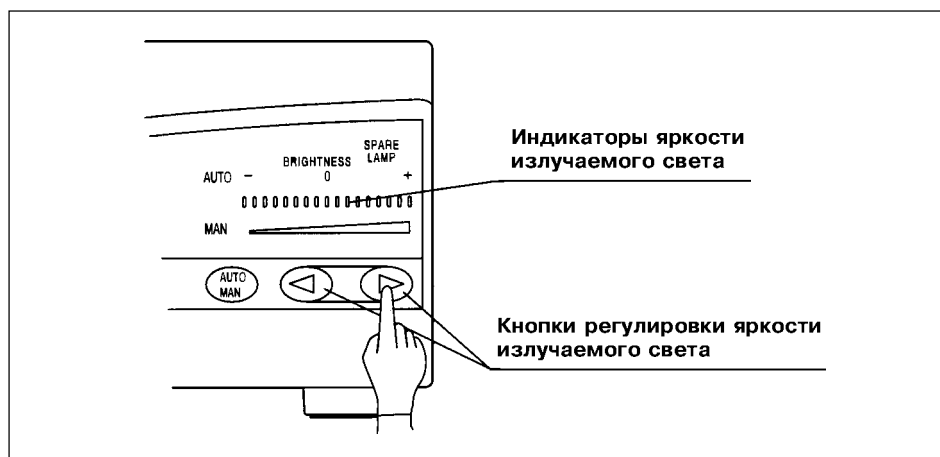

Рис. 5.2.
2. Нажимайте кнопки регулировки яркости излучаемого света («◀» или «▶») до достижения уровня яркости, наиболее подходящего для данного эндоскопического исследования. Стандартным параметром является «0» (см. рис. 5.2).